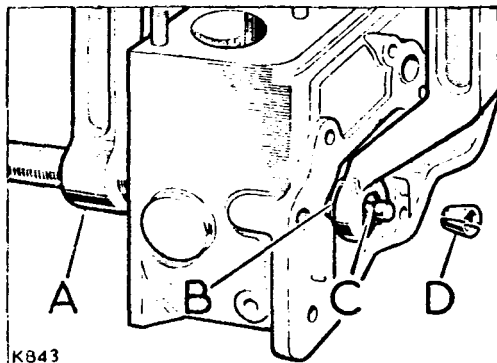

Fig. A4-78.- Desmontaje de válvulas.
2.1.- Utilizando el desmontaválvulas (A) (Fig. A4-78), extraer el conjunto de la válvula, muelle (B) y fiador (D). Mantener las piezas desmontadas por conjuntos.
- 6.3.- Montar los muelles y sus tapas y, utilizando el desmonta-válvulas (276102) comprimir áquellos y colocar los fiadores en su alojamiento de los vástagos. (Fig. A4-78).